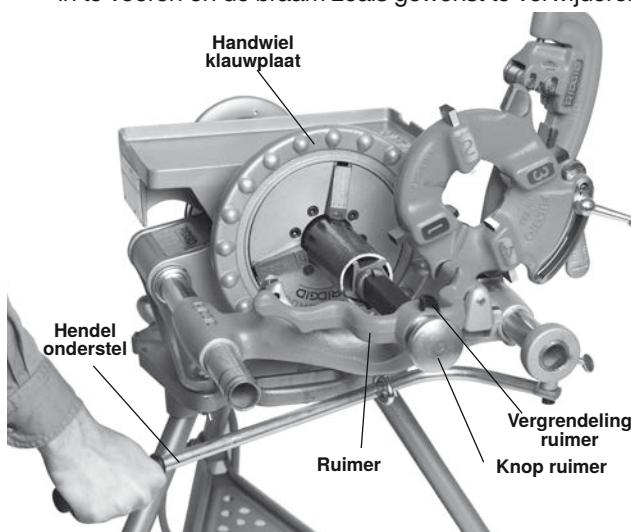

Afbeelding 21 - Snijden met de 360 Pijpsnijder
4. Pak de tovoerhendel van de pijpsnijder met beide handen vast (*Afbeelding 21*).